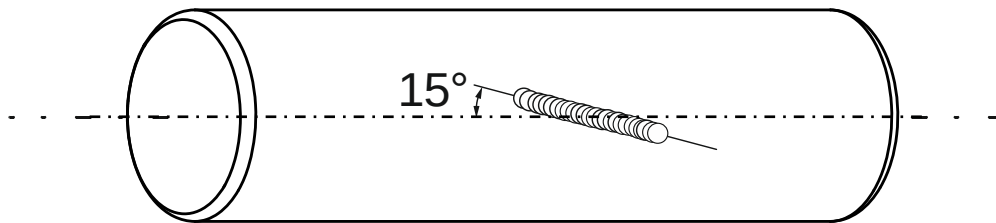

Abbildung 2.2: Treibstofftank mit Reparaturschweißnaht aus AlZn5,5MgCu
- d) Bei einer Reparatur wird ein Wanddurchriss im Behälter geschweißt. Die Schweißnaht verläuft dabei unter 15° zur Zylinderachse (siehe Abbildung 2.2). Wie groß ist die Normalspannung senkrecht zur Naht und welche Schubspannung ergibt sich parallel zur Naht? Verwenden Sie für die Berechnung die folgenden Spannungen: $\sigma_l = 50 \text{ MPa}$, $\sigma_u = 100 \text{ MPa}$ und $\sigma_r = 0 \text{ MPa}$.